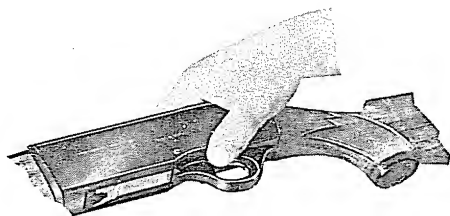

Fig. 10
- b) Mettere in sicura l'arma (fig. 10). La sicura (tav. 2° - C) s'inserisce solo a cane armato sospingendola da sinistra a destra, curando che l'anello rosso, indicante la posizione di sparo, non debba essere chiaramente visibile.
- b — push safety across front of trigger from left to right to ON SAFE position as shown in fig. 10, after having cocked hammer. Red band marking which indicates FIRE will not show. (C - Table 2).
- b — pousser sur la droite le bouton de la sûreté; le filet rouge ne devra pas être visible. L'arme ne peut être mise en sûreté que si le chien est armé (fig. 10 table 2 - pièce C)*